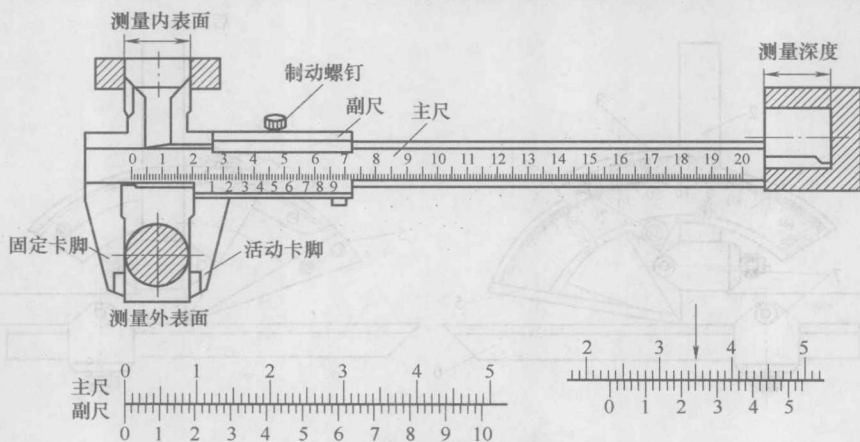

图 1-12 分度值 0.02mm 游标卡尺的刻线原理
(1) 游标卡尺刻线原理 图 1-12 为分度值 0.02mm 游标卡尺的刻线原理。它由尺身和游标组成, 尺身与固定卡脚制成一体, 游标与活动卡脚制成一体, 并能在尺身上滑动。尺身每小格是 1mm, 当两卡脚合并时, 尺身上 49mm 刚好等于游标上 50 格, 游标上每格长度为 $49\text{mm}/50 = 0.98\text{mm}$, 尺身与游标每格相差 0.02mm, 即分度值为 0.02mm。
(2) 游标卡尺的读数方法 如图 1-12 所示, 首先读出游标零线左面尺身上的整毫米数 (23mm), 再读出游标与尺身对齐刻线处的小数毫米数 (箭头所示位置 0.24mm), 两者相加即为所测量尺寸, 即 $(23 + 0.24)\text{mm} = 23.24\text{mm}$ 或通过计算 $(23 + 12 \times 0.02)\text{mm} = 23.24\text{mm}$ 。